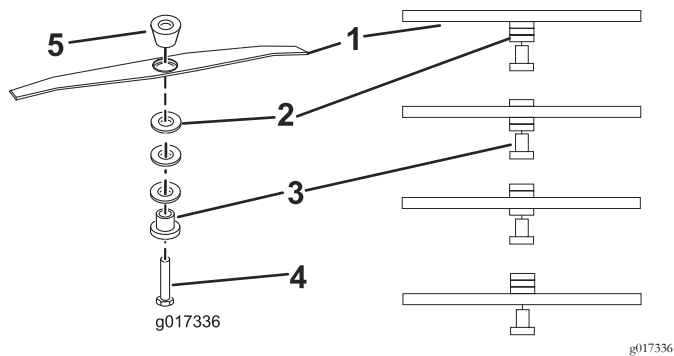

图13
- 将垫片重新调整至所需的高度、重新安装刀片卡环和垫片 (图13)、并将螺栓扭紧至 25N·m。